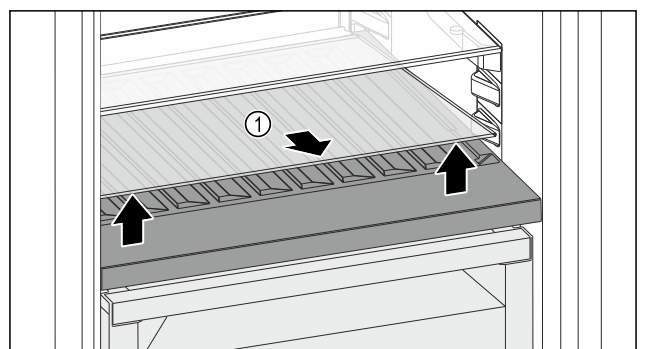

Fig. 114
- ▶ Glasplatte Fig. 114 (1) an der Aussparung vorne anheben und herausnehmen.
- ▶ Glasplatte Fig. 114 (1) außerhalb des Geräts sicher aufbewahren.